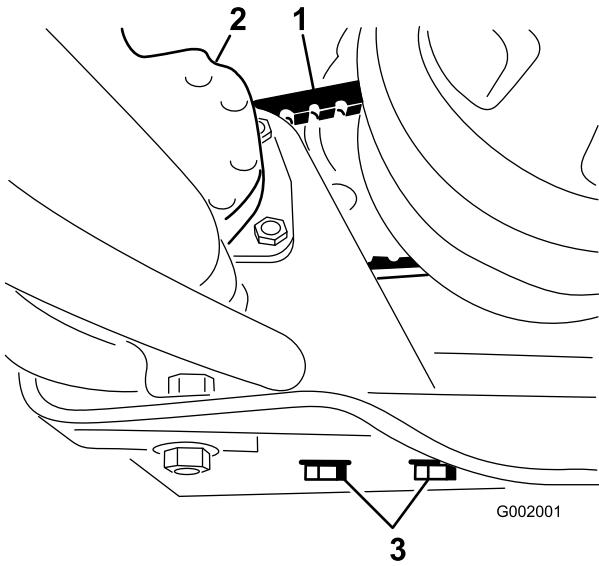

Figura 65
2. Allentate i bulloni di fissaggio della pompa dello sterzo (Figura 65).